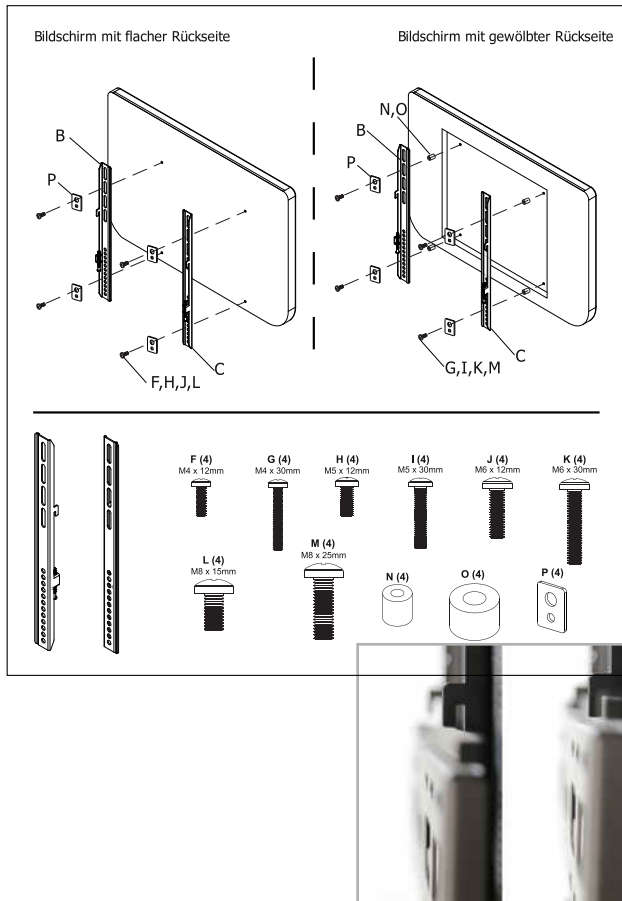

Abb. 8: Befestigung der VESA-Streben am Monitor (oben) und Einhängen der Streben inkl. Monitor an der VESA-Platte (unten)
Anschließend befestigen Sie die VESA-Streben ^② am Monitor (s. Abb. 8, oben).
Schließlich hängen Sie die Streben mit dem Monitor an die VESA-Platte (s. Abb. 8, unten) und schrauben diese fest.